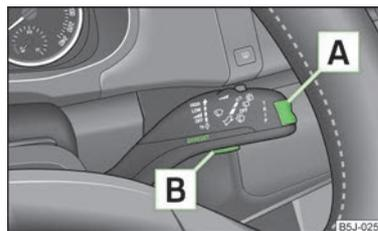

Abb. 7
- › Das **Main menu (Hauptmenü)** wird durch langes Drücken der Wipptaste **A** » Abb. 7 aktiviert.
- Wenn im Informationsdisplay Warnmeldungen angezeigt sind, müssen diese Meldungen mit der Taste **[B]** » Abb. 7 auf Seite 15 bestätigt werden, um das Hauptmenü aufzurufen.